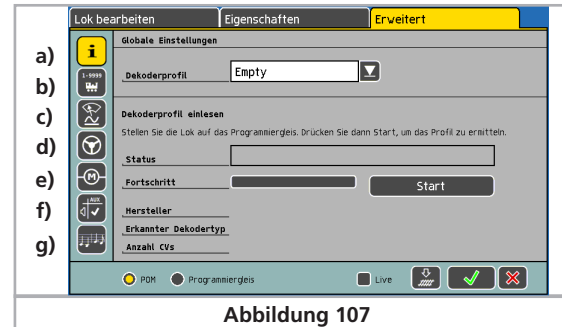

Abbildung 107
- Es öffnet sich das gleiche Fenster wie in Abbildung 107 gezeigt.